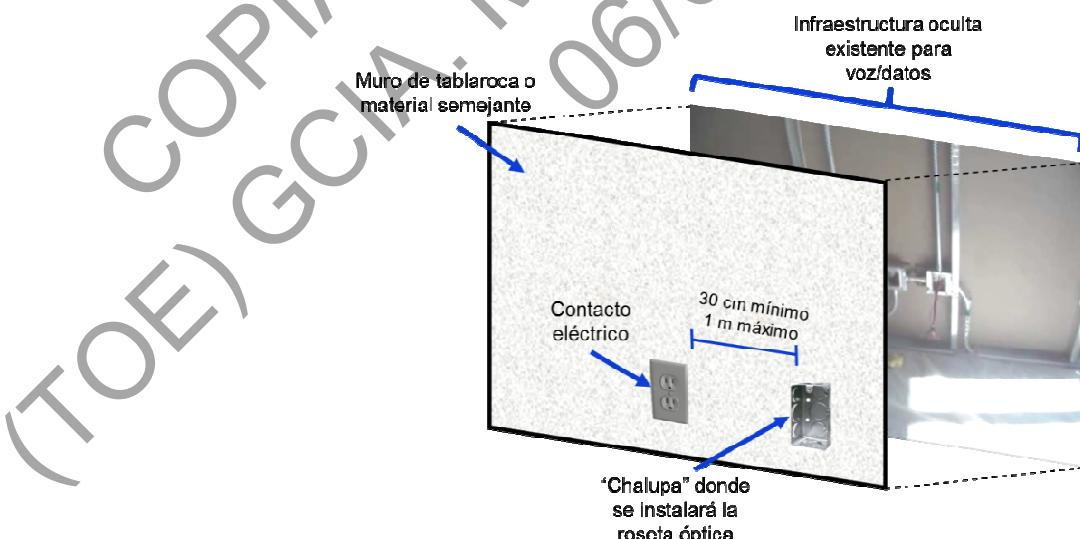

Figura 30. Infraestructura oculta para instalación de roseta óptica.
- Para departamentos en edificio, se debe contar en el domicilio con las preparaciones necesarias de tubería o canalización que se vaya a utilizar para guiar el cordón de acometida óptico desde la terminal óptica hasta el punto acordado donde se instalará la roseta. Véase la figura 30.